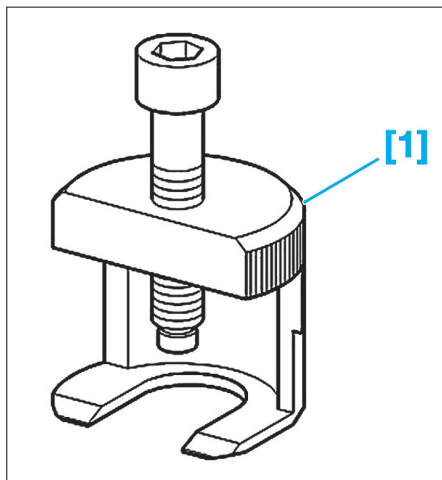

Fig. 26
- [1]. Extracteur de bras d'essui-vitre (réf : 1335) (Fig.26).